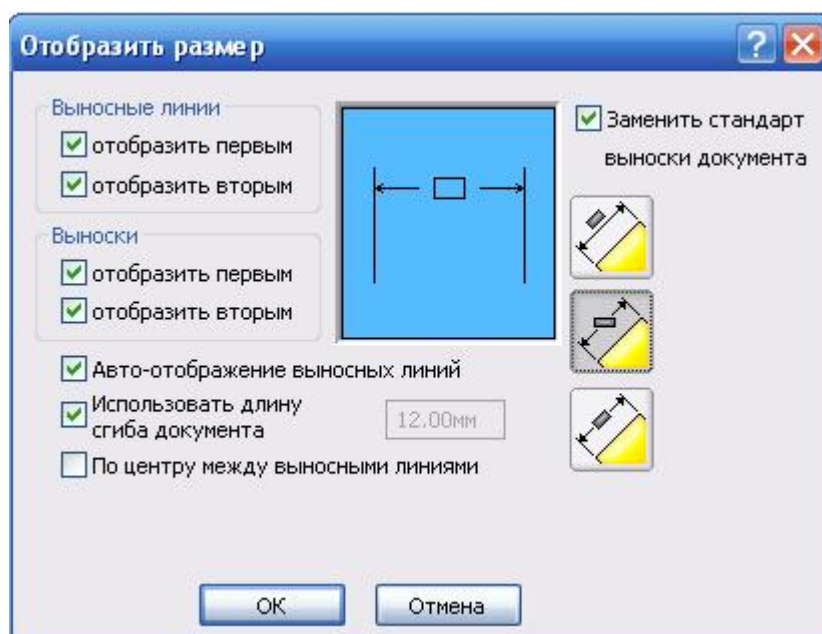

Рис. 27
- в появившемся диалоговом окне **Отобразить размер** включите параметр **Заменить стандарт выноски документа**, для того чтобы настройки отображения выноски выбранного размера отличались от заданных в шаблоне и нажмите кнопку  для расположения размера на выносной полке (рис. 27).